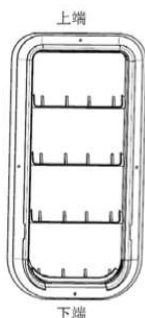

图 2-5-1 后通风口位置意图
(1) 先通过产品帽檐标识识别上下端，下端为开口端，避免上下装反；左右通用；如图2-5-1所示